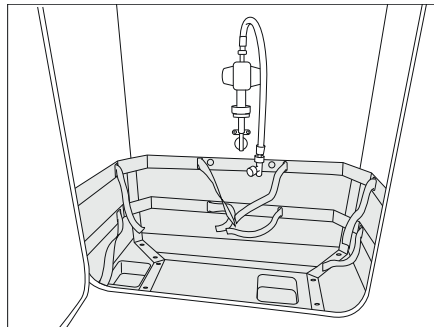

Bild 180 Gaskasten
- Wenn ein Schutzblech vorhanden ist, das Schutzblech (Bild 180,1) nach unten klappen.
- Den Schlitten (Bild 180,3) über den Griff (Bild 180,2) entriegeln.
- Schlitten (Bild 180,3) bis zum Anschlag herausziehen.
- Griff (Bild 180,2) zurückdrehen.
- Schlitten (Bild 180,3) bis zum Anschlag einschieben und Griff (Bild 180,2) zurückdrehen.
- Wenn ein Schutzblech vorhanden ist, das Schutzblech (Bild 180,1) nach oben klappen.